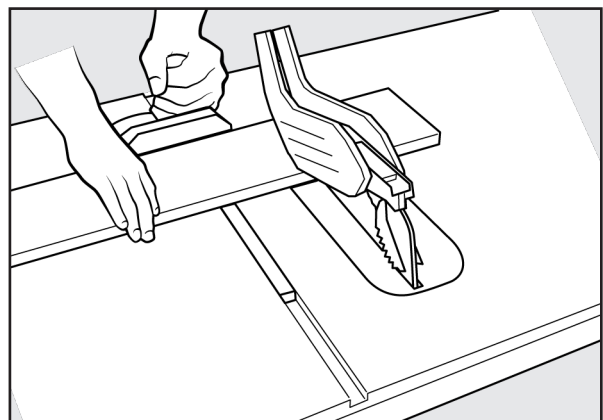

FIGURE 30
**Pour effectuer une coupe transversale, reportez-vous à la Figure 30 et suivez ce processus:**